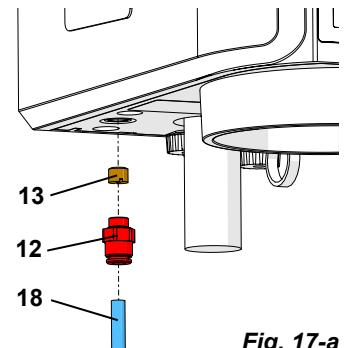

Fig. 17-a
**Filtro de entrada enchufado; delante de la conexión de aire comprimido (Fig. 17-b).**
- ⇒ Presione el anillo del filtro de entrada (13) hacia arriba y extraiga el tubo flexible para aire comprimido (18).
- ⇒ Presione el anillo en la conexión de aire comprimido (12) hacia arriba y retire el filtro de entrada (13).